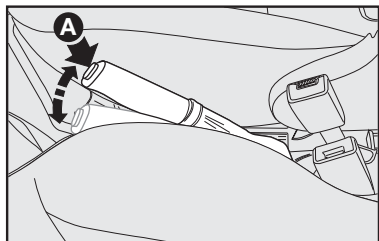

fig. 6
FREIO DE MÃO - fig. 6
- 1) Levantar levemente a alavanca e apertar o botão de desengate **A-fig. 6**.